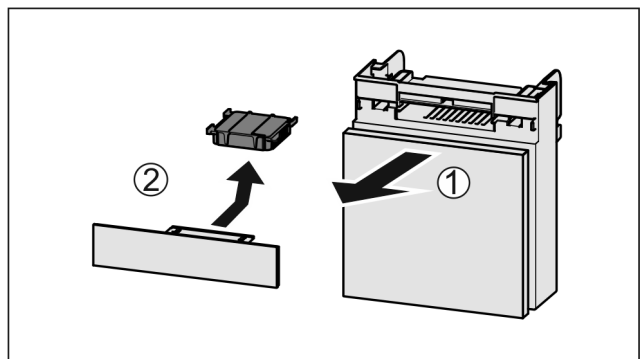

Fig. 161
- ▶ Fach nach vorne herausziehen Fig. 161 (1).
- ▶ Aktivkohlefilter entnehmen Fig. 161 (2).